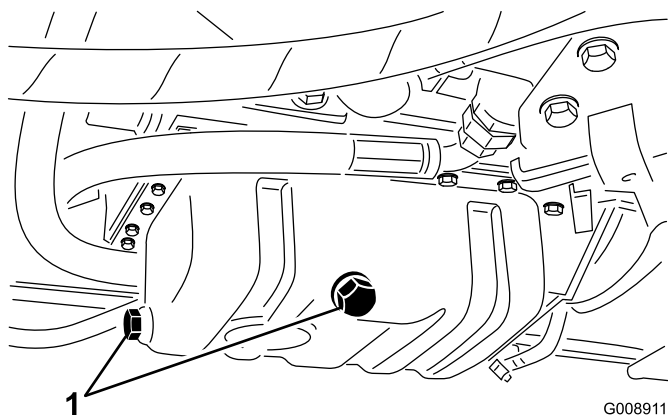

Figure 65
3. Enlevez un bouchon de vidange (Figure 65) et laissez couler l'huile dans un bac de vidange. Remettez le bouchon en place lorsque la vidange est terminée.